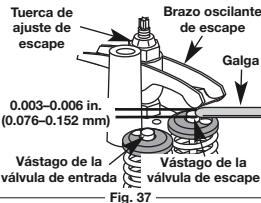

Fig. 37
- Deslice la galga entre el brazo oscilante y el resorte de retorno de la válvula. Mida el hueco entre el vástago de la válvula y el brazo oscilante (Fig. 37). Realice esto en las válvulas de entrada y de escape
- Gire la tuerca de ajuste con una llave de 5/16 pulgadas (8 mm) o una guía de tuercas (Fig. 37).